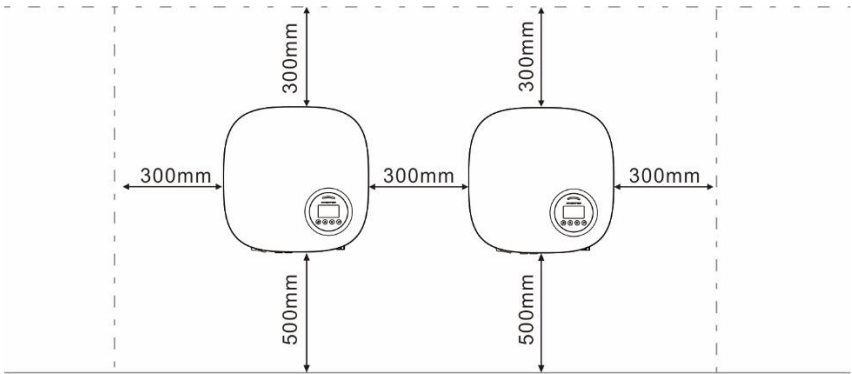

Figure 4.2 Dégagement de montage de l'onduleur
1. Selon la figure 4.2, sélectionnez la hauteur de montage du support et marquez les trous de montage. Pour les murs en briques, la position des trous doit être adaptée aux boulons à expansion.